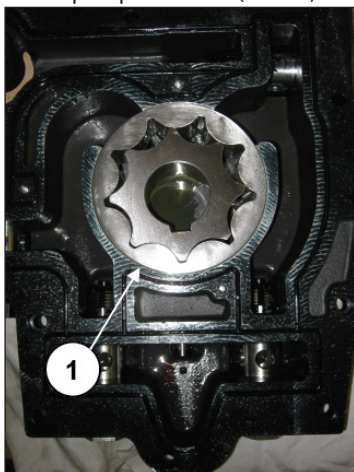

Abb. 151
Montieren Sie die Ölpumpenrotoren (Pos. ①, Abb. 151).